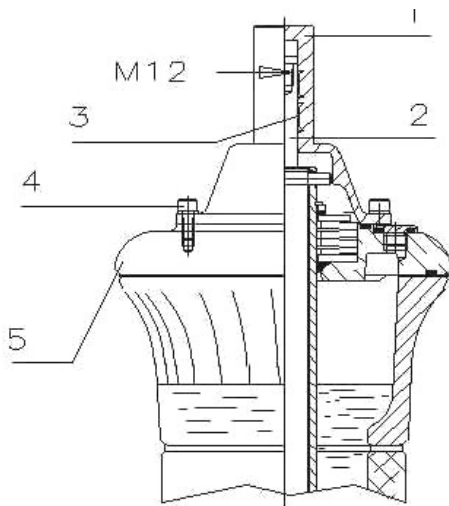

Fig. 14
La procedura da utilizzare è simile a quella descritta nel paragrafo precedente (fig. 14), ma ora, invece di un capocorda, viene utilizzato un conduttore rigido che attraversa il passante dalla testa alla coda.
- Rimuovere il terminale superiore (fig. 11A e fig. 14). Per questa operazione è necessario tirare il terminale verso l'altro e contemporaneamente ruotarlo leggermente nei due sensi.